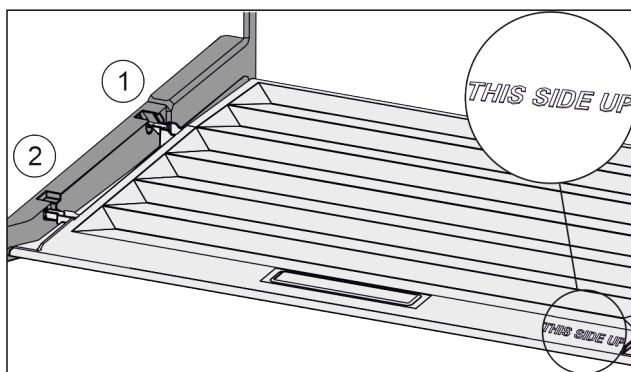

Fig. 136
- ▶ Výstupky víka zaveďte do zadních držáků Fig. 136 (1) a vpředu zaklesněte do držáku Fig. 136 (2).